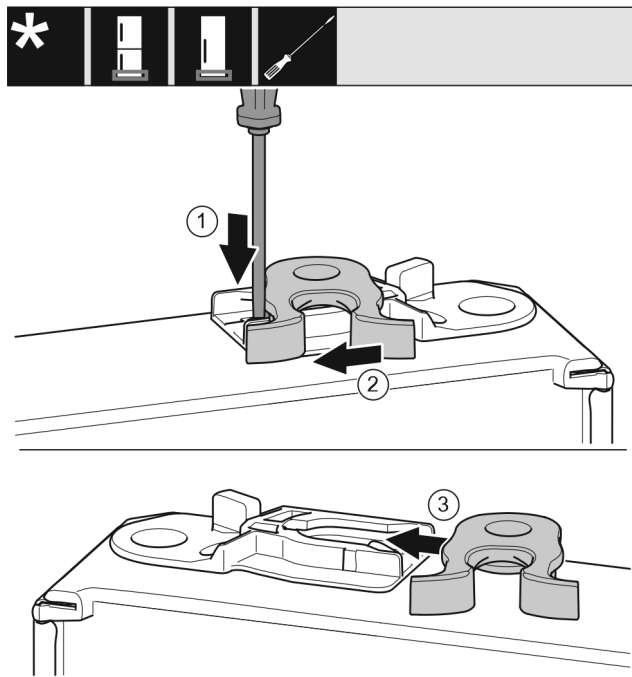

Fig. 15
- ▶ Apăsați în jos eclisa cu șurubelnița plată. Fig. 15 (1)
- ▶ Trageți cârligul de închidere din ghidaj. Fig. 15 (2)
- ▶ Împingeți pe partea opusă cârligul de închidere în ghidaj. Fig. 15 (3)